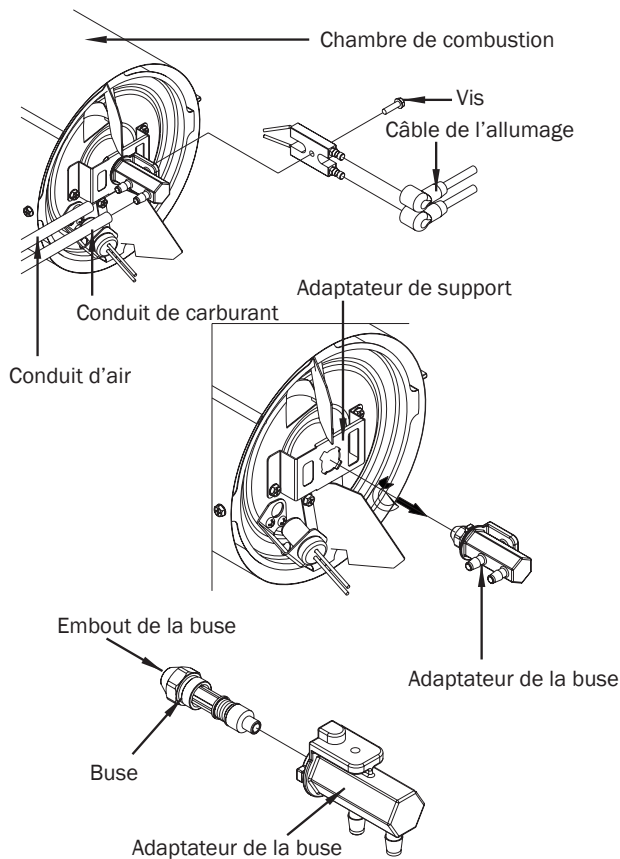

Figure 16 – Remplacement de la buse pour les modèles CP175FK
- Tournez l'adaptateur de la buse de 1/9 de tour (40°) dans le sens contraire des aiguilles d'une montre et tirez-le vers le moteur pour le retirer (voir figure 16).